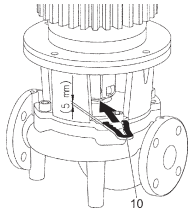

Fig. 13: Asennushaarukan asettaminen paikalleen
10. Työnnä asennushaarukka (Fig. 13, pos. 10) tiivistelaipan ja kytkimen väliin. Asennushaarukan täytyy istua ilman välyksiä.
11. Kiristä ensin hiukan kytkinruuveja (Fig. I/II/III/IV/V, pos. 1.41), kunnes kytkinkuoren puolikkaat ovat säätölevyjä vasten.
8. Irrota kytkin (Fig. I/II/III/IV/V, pos. 1.5).
9. Avaa moottorin kiinnitysruuvit (Fig. I/II/III/IV/V, pos. 5) moottorin laipasta ja nosta käyttö sopivalla nostolaitteella pumpusta.
13. Työnnä asennushaarukka (Fig. 13, pos. 10) tiivistelaipan ja kytkimen väliin. Asennushaarukan täytyy istua ilman välyksiä.